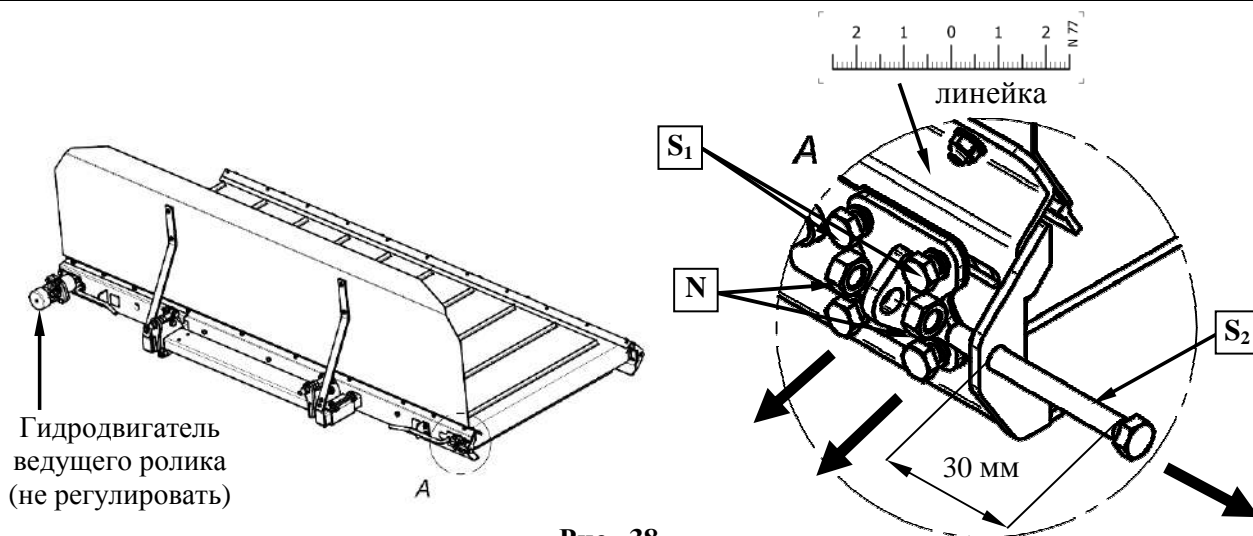

Рис. 38
2. Травить механизм натяжения ленты натяжного ролика - болта M10 - S1, гайки M12 - N2 и открутить регулировочный гвинт M12 - S2 на около 30 мм (Рис. 38).